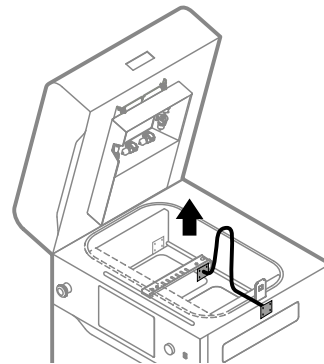

Abb. 12.14 Ziehe die Platte ohne Feder über die Walze des Recoaters heraus.
14. Ziehe das Ende der Kordel (ohne Feder) über die Walze des Recoaters heraus. Beginne bei der Montageplatte, und gehe dann, durch den Spalt zwischen der Drehwelle und dem Gehäuse des Recoaters. Achte darauf, dass Du die Walze nicht berührst (Abb. 12.14).